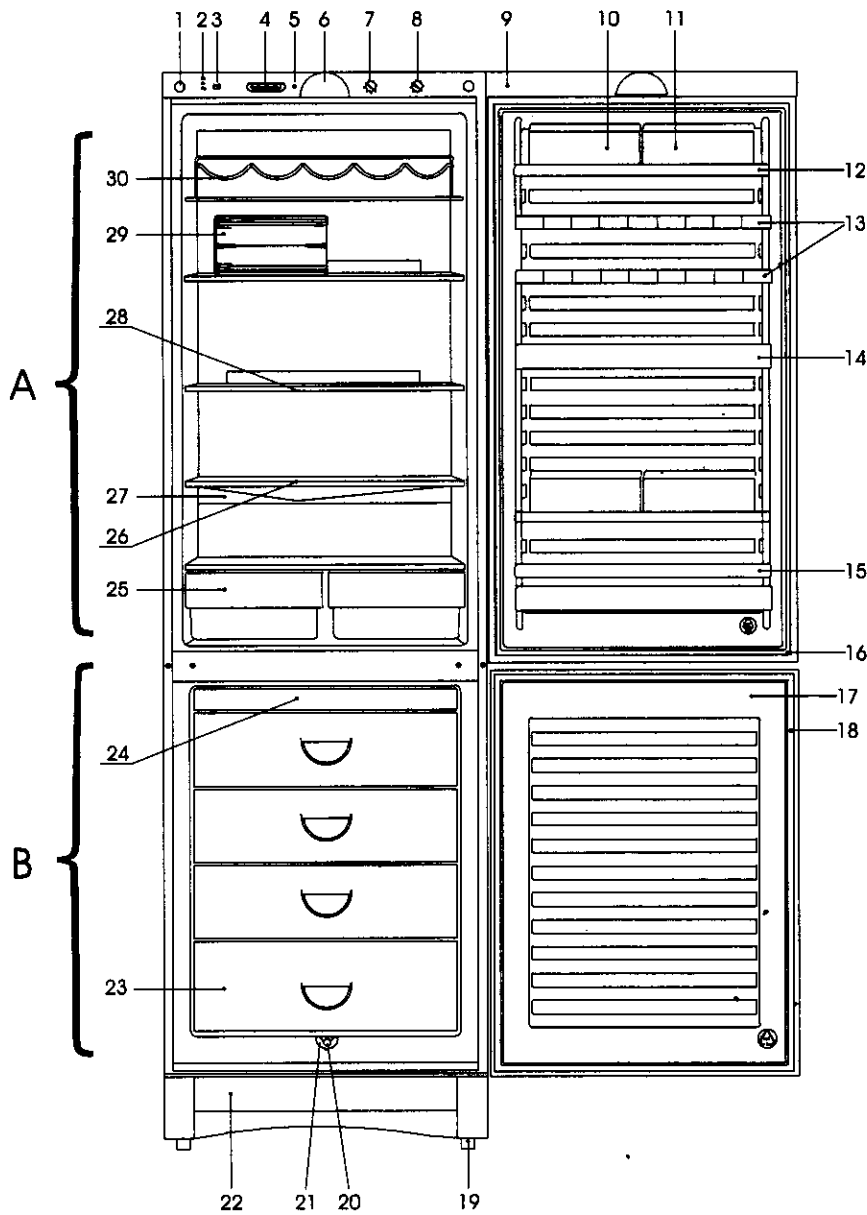
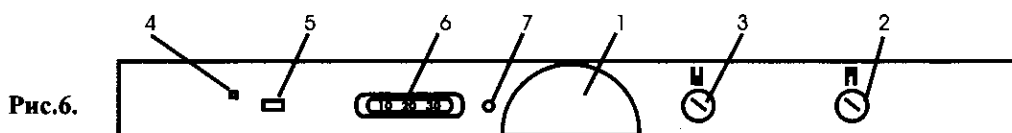

Рис.1. Схема расположения камер холодильника и его комплектующих:
Рис.6.
1.2. Комбинированный холодильник - морозильник состоит из двух камер: холодильной (А) и морозильной (В) рис. 1., которые оснащены отдельными компрессорами (рис. 1а) и системой автоматики (рис. 6). Включать и пользоваться холодильной и морозильной камерой можно по отдельности, независимо друг от друга.
| Наименование | Рис. 1 | КОЛИЧЕСТВО | | | | | | | | |
Рис.1 а. Вид сзади.
4.9. В процессе эксплуатации или уборки прибора, а также уборки помещения не допускайте попадания влаги на компрессор и реле (см. Рис. 1а).
5.2. Установите прибор на полу ровно, регулируя передние опоры, для чего необходимо снять декоративную панель. Большими пальцами обеих рук нажмите на панель сверху. Остальными пальцами захватите панель за выступ снизу и с усилием вытащите её на себя, (рис. 3). Для облегчения закрывания дверей и более плотного их прилегания к шкафу можно установить его с небольшим наклоном назад, регулируя опоры, с помощью специального ключа (рис. 4). Диапазон регулирования ограничен конструкцией опор. Задние опоры не регулируются. Они выполнены в виде роликов (рис. 1а) и служат для облегчения перемещения прибора.
6.1. Расположение Приборов управления и сигнализации (см. рис. 6):
6.2. Перед включением прибора в электросеть установите клавишу переключения режимов 5 (рис. 6) в положение, обозначенное символом «0» (режим хранения). Ручки термостатов 2 и 3 (рис. 6) установите в позиции «0», вращая их *против часовой стрелки*. Для удобства воспользуйтесь монеткой, которую необходимо установить в шлиц ручки термостата (применение отверток, ножей и т. п. может привести к повреждению ручки). До позиции «1» ручка вращается плавно, без особых усилий. Для дальнейшего вращения до позиции «0» нужно приложить усилие. Убедитесь в том, чтобы указатель на ручке термостата совпал с позицией «0». Это означает, что прибор выключен (если все выше перечисленные операции производились при включенном в электросеть приборе, то повторное включение термостатов допускается не менее чем через 10 мин.).
Овощи и фрукты храните в специальных ящиках (рис. 1), расположенных в нижней зоне холодильной камеры. Оптимальные сроки хранения свежих продуктов в холодильной камере приведены в таблице:
6.10. Для удобного размещения продуктов в высокой посуде предусмотрена перестановка полок по высоте. Полка холодильника выдерживает распределенный вес не более 35 кг. Полки двери также можно переставлять (см. рисунок 1). Обратите внимание на то, что нижние полки по глубине больше, чем верхние. Установка этих полок, вместо верхних, может привести к тому, что дверь холодильной камеры не будет закрываться. Кроме этого, следует обратить внимание на пластмассовые накладки полок. Передние накладки полки имеют одинаковую форму. Задние имеют два вида: овальные (для нижних полок) и с барьером (для верхних полок, установленных перед испарителем). Неправильная установка полок может привести к поломке накладок.
6.16. Морозильная камера оснащена клавишей выбора режима 6 (рис.6):
7.1. В вашем холодильнике предусмотрено автоматическое удаление снегового покрова с испарителя, расположенного на задней стенке холодильной камеры. Это означает, что каждый раз в период остановки компрессора испаритель покрывается каплями воды, которые стекают в лоток. Затем через отверстие в центре лотка вода по дренажной трубке стекает в сосуд талой воды, установленный на компрессоре (рис. 1а), где испаряется за счёт нагрева компрессора. Такое периодическое оттаивание снегового покрова с испарителя холодильной камеры является обязательным и служит доказательством нормальной работы. Частота и продолжительность циклов оттаивания зависят от установки ручки термостата 2 (рис. 6), загрузки камеры продуктами, температуры окружающего воздуха.